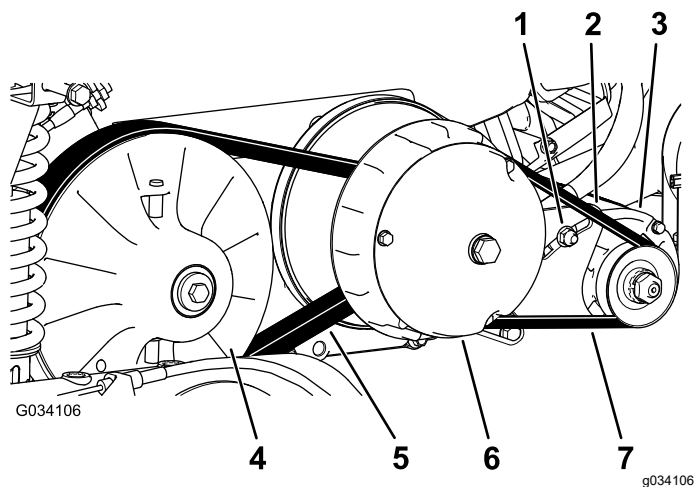

Figura 64
6. Haga girar la correa e inspecciónela (Figura 64) para asegurarse de que no está excesivamente desgastada o dañada.
3. Haga girar la correa y llévela sobre el embrague secundario (Figura 64).
4. Retire la correa del embrague primario (Figura 64).
5. Coloque la correa nueva sobre el embrague primario (Figura 64).
6. Haga girar la correa y llévela sobre el embrague secundario (Figura 64).
2. Afloje la tuerca del pivote del generador de arranque (Figura 64).
4. Aplique presión descendente sobre la palanca para hacer girar el motor de arranque hacia abajo en la ranura, hasta que la tensión de la correa sólo permita una desviación de 6 mm (1/4") con una fuerza de 44 N·m (10 pies-libra) (Figura 64).
5. Apriete la tuerca del pivote a mano y retire la palanca (Figura 64).